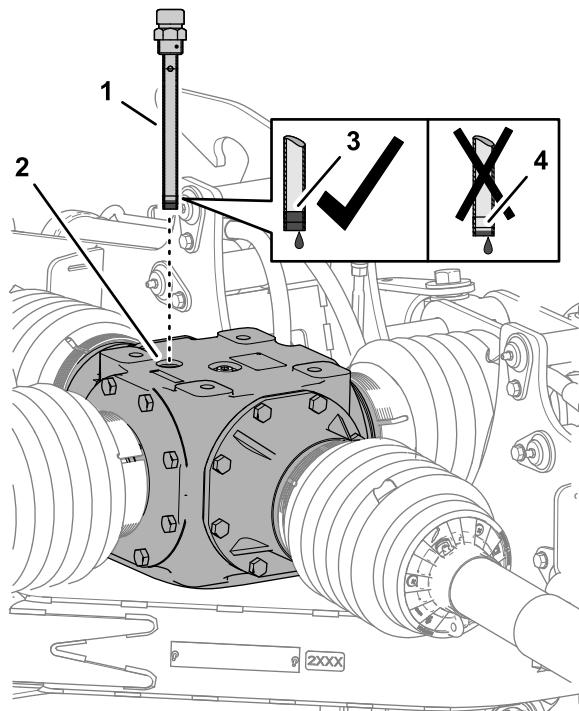
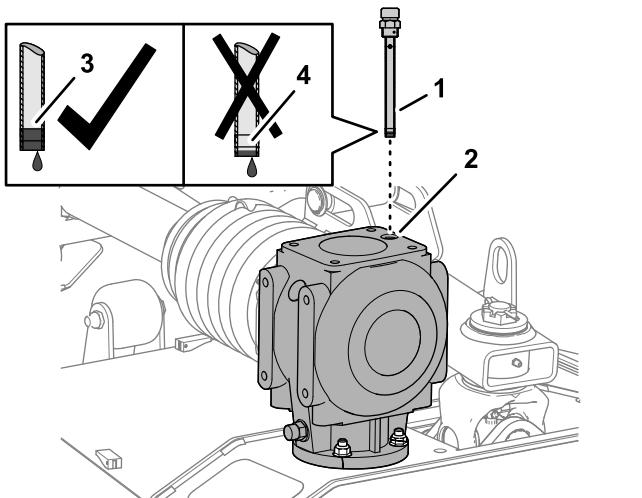

Bild 57
Bild 58
1. Entfernen Sie den Peilstab von der Peilstaböffnung an der Oberseite des mittleren Getriebes (Bild 57 oder Bild 58).
2. Überprüfen Sie den auf dem Peilstab angezeigten Füllstand (Bild 57 oder Bild 58).
4. Führen Sie den Peilstab in die Einfüllöffnung ein und schrauben Sie den Peilstab (Bild 57 oder Bild 58) fest.